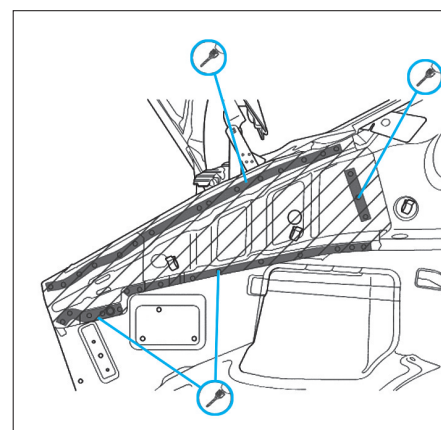

FIG. 14
- Percer les points de soudure (Fig.14)